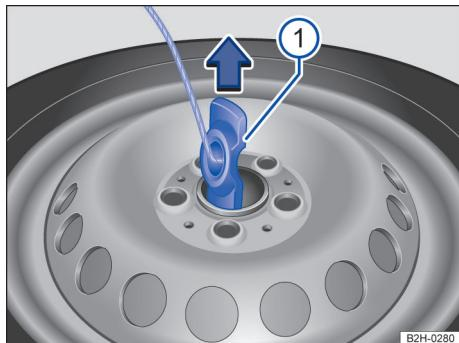

Fig. 189 Roda sobressalente ou roda de emergência: soltar o suporte dos aros.
Legenda para Fig. 189:
- Gire e remova o parafuso de segurança para fora do suporte do aro ①.
- Posicione o suporte do aro na vertical → Fig. 189 ①.
- Introduzir o suporte do aro no sentido contrário à seta no orifício do aro → Fig. 189.